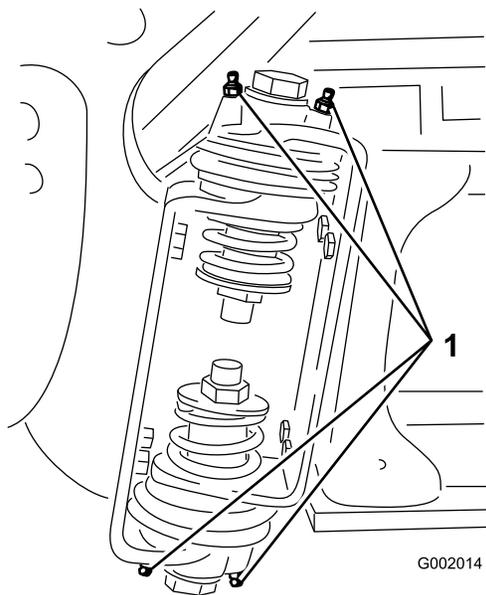

Figura 46
2. Bombee grasa en el cojinete o casquillo de cada punto de engrase Figura 46.